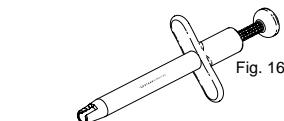

Fig. 16
- Deslice el cartucho al interior de la parte frontal del inyector y encaje a presión la lengüeta vertical en su posición. (Fig. 16 y 17)